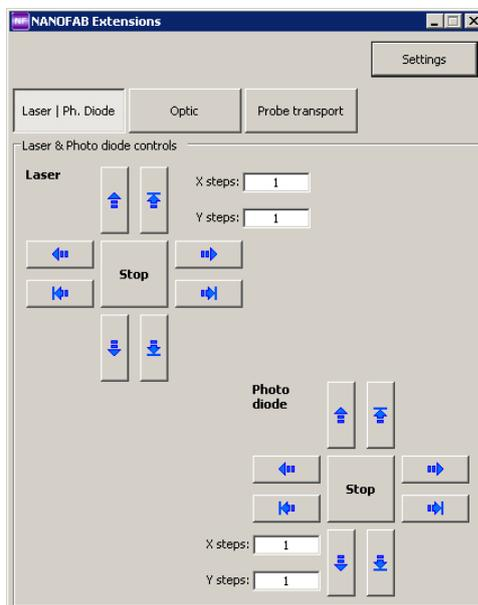

Рис. 5-23. Вкладка **Laser/Ph.Diode** программы NANOFAB Extensions
2. Настройка положения лазера и фотодиода производится из программы NANOFAB Extensions (Рис. 5-23). Перейдите на вкладку **Laser/Ph.Diode**. Наблюдая положение лазерного пятна с помощью оптического видеомикроскопа, наведите лазерный луч на кантилевер с помощью кнопок панели **Laser**.